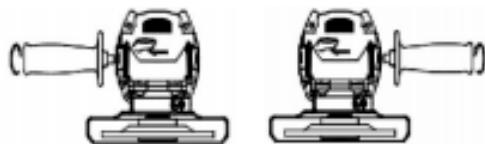

Fig. 2 – Montagem do punho auxiliar (à direita ou à esquerda)
1. Retire o punho auxiliar (5) girando-o em sentido anti-horário, conforme fig.2;
2. Coloque o punho auxiliar (5) do outro lado do equipamento.